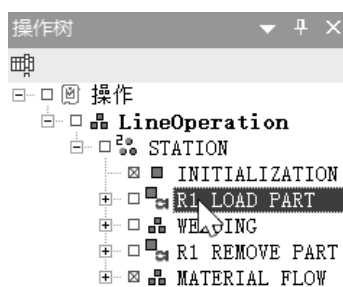
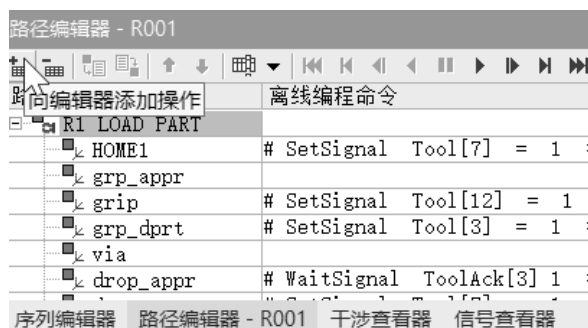

图 7-5
图 7-6
(1) 单击“以生产线仿真模式打开研究”命令，在弹出的“打开”对话框中选择“Session 7-Robotics”文件夹中的“S07-E01.psz”研究文件。然后单击对话框中的“打开”按钮，系统将以生产线仿真模式打开该研究文件。
(2) 单击“操作树”查看器中的“R1 LOAD PART”操作（图 7-5），然后单击“路径编辑器”中的“向编辑器添加操作”命令按钮（图 7-6），添加所选操作到“路径查看器”面板中。